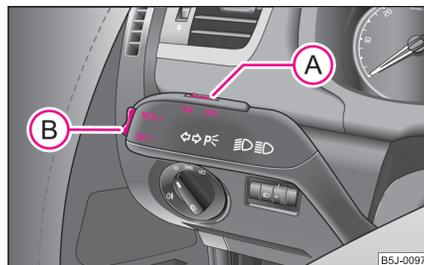

Fig. 105 Palanca de mando: Balancín y conmutador corredizo del sistema regulador de la velocidad
- Pulsar el conmutador **A** ⇒ fig. 105 desplazándolo a la posición **ON**.
- Pulsar el conmutador **(A)** ⇒ página 100, fig. 105 desplazándolo a la posición **OFF**. ■